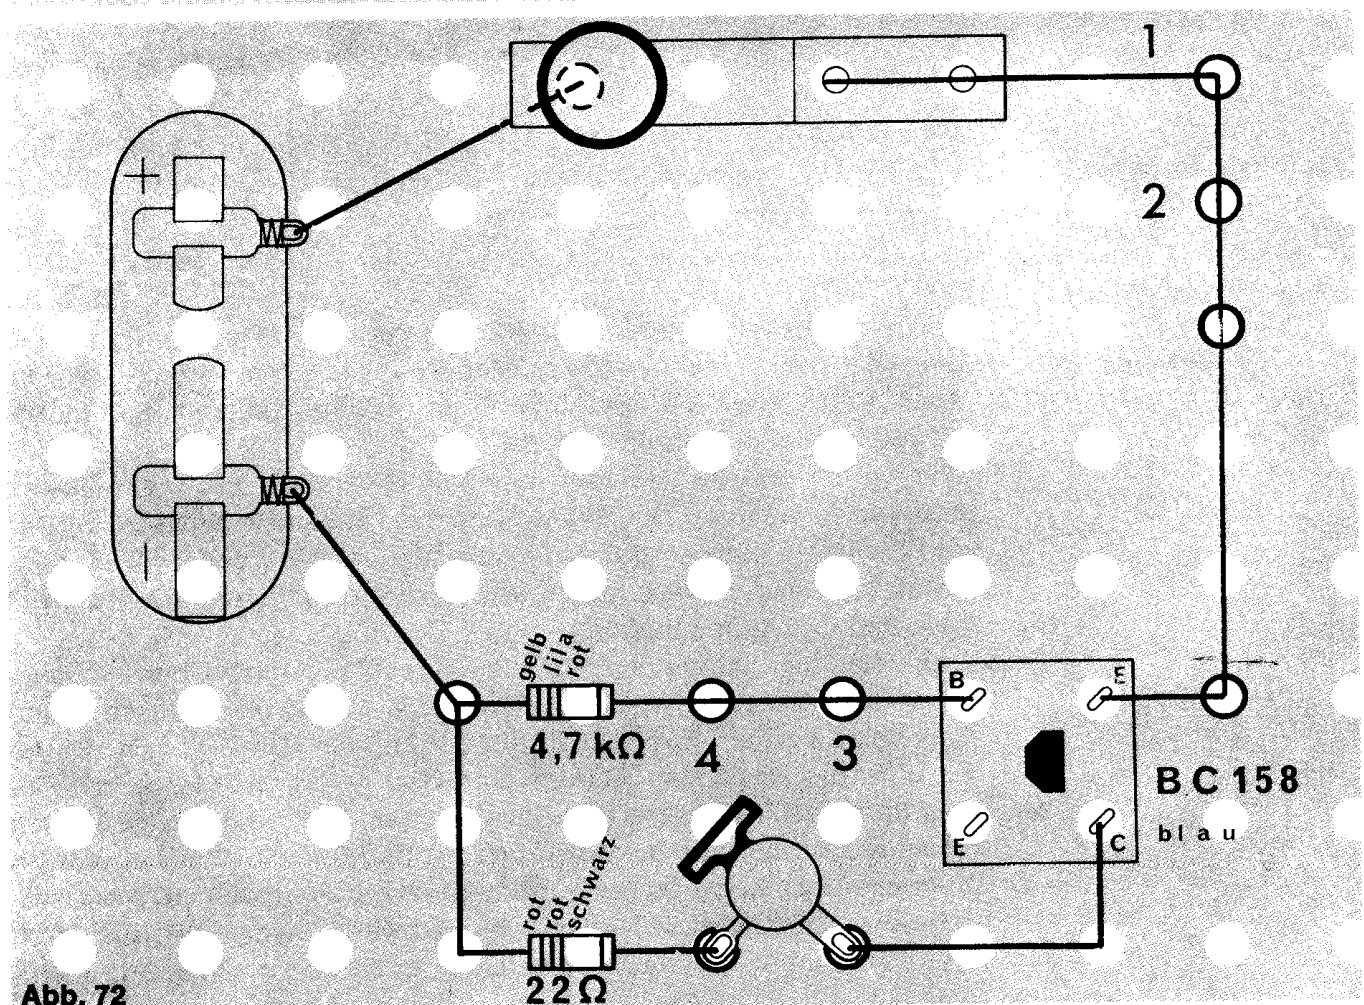

Abb. 72
Vielleicht leuchtet die Lampe, wenn du sie zwischen den Kollektor (C) und den Minus-Pol der Batterie anschließt (Abb. 72, 73).
Du kannst den Aufbau nach Abb. 72 wiederverwenden. Drücke noch einmal den Schalter und prüfe, wie hell die Lampe leuchtet.